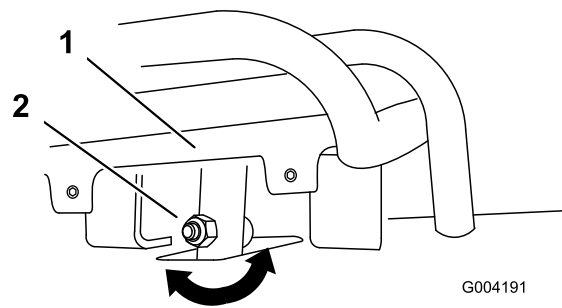
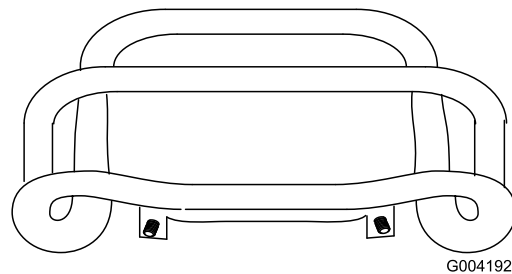

Рисунок 50
Рисунок 51
4. Если передняя часть рычага управления тягой не встает перпендикулярно контрольной штанге и уровень с ней, ослабьте гайку с буртиком и болт в хвостовике рычага управления тягой (Рисунок 50).
5. Отрегулируйте рычаг управления тягой таким образом, чтобы при перемещении назад он вставал вровень с контрольной штангой (Рисунок 50 и Рисунок 51).